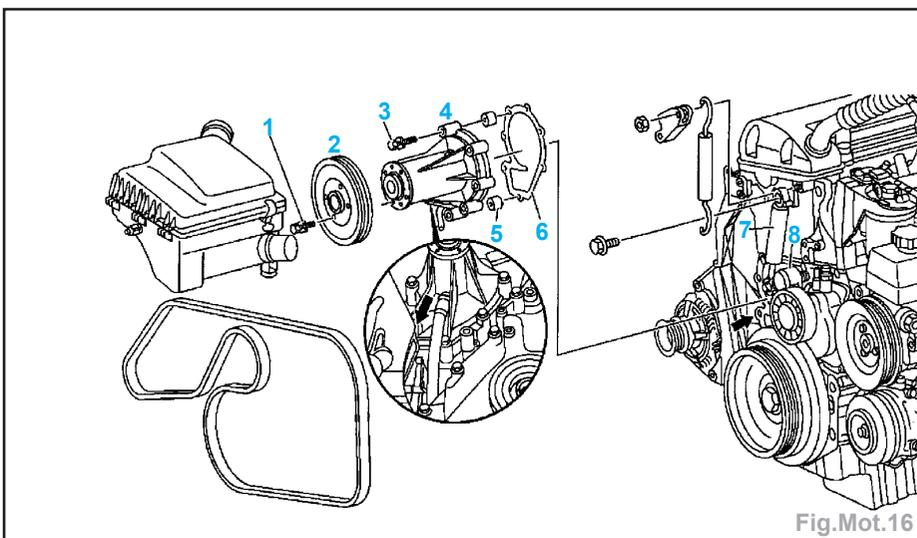

Fig.Mot.16
- Desserrer la vis (1) de la poulie (2) de la pompe de liquide de refroidissement (4) (Fig.Mot.16).
- la poulie (2).
- l'amortisseur (7) du tendeur de courroie sur culasse.